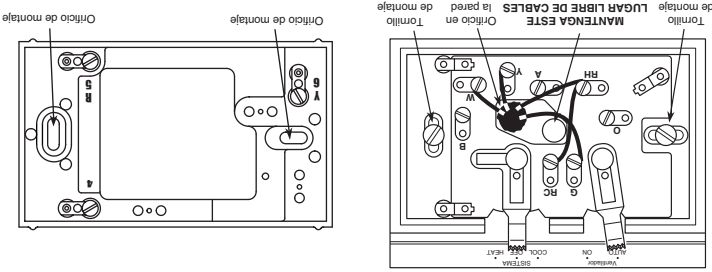

Figura 1. Subbase y placa de pared del termostato
- B. Monte la subbase de conmutación: Utilice los tornillos suministrados para montar la subbase o la placa de pared en la pared (vea la figura 1).
- D. Fije la base del termostato a la pared: Empuje con cuidado el cable que sobresale hacia el interior de la pared y tape el orificio con un material resistente al fuego (como aislamiento de fibra de vidrio) para evitar que las corrientes de aire afecten el funcionamiento del termostato. Monte la base del termostato a la subbase utilizando los tres tornillos cautivos de la base del termostato (vea la figura 1). Ajuste bien los tornillos. Continúe con el paso N°5.